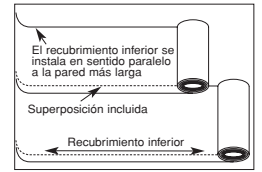

Figura 13
- El contrapiso del piso flotante está equipado con una cinta de doble faz para facilitar el entizado de las juntas precortadas traslapadas (Figura 13). Si se usa un contrapiso sin adhesivo, coloque la cinta que se incluye en todas las juntas.